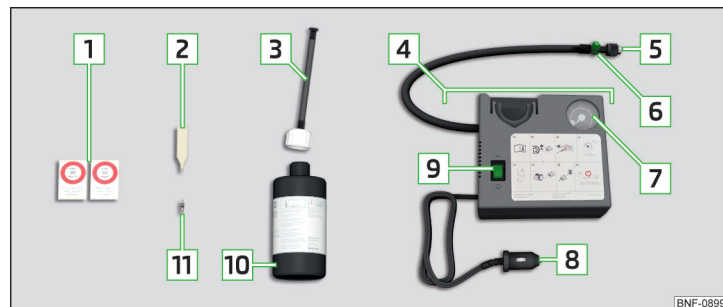

Fig. 345 Descrierea setului de pană
- Montați cheia de ventile **2** » fig. 345 la pagina 304 pe ventil, astfel încât ventilul să intre în fanta cheii de ventile.
- Înșurubați bine furtunul de umplere [5] » fig. 345 la pagina 304 pe ventil.